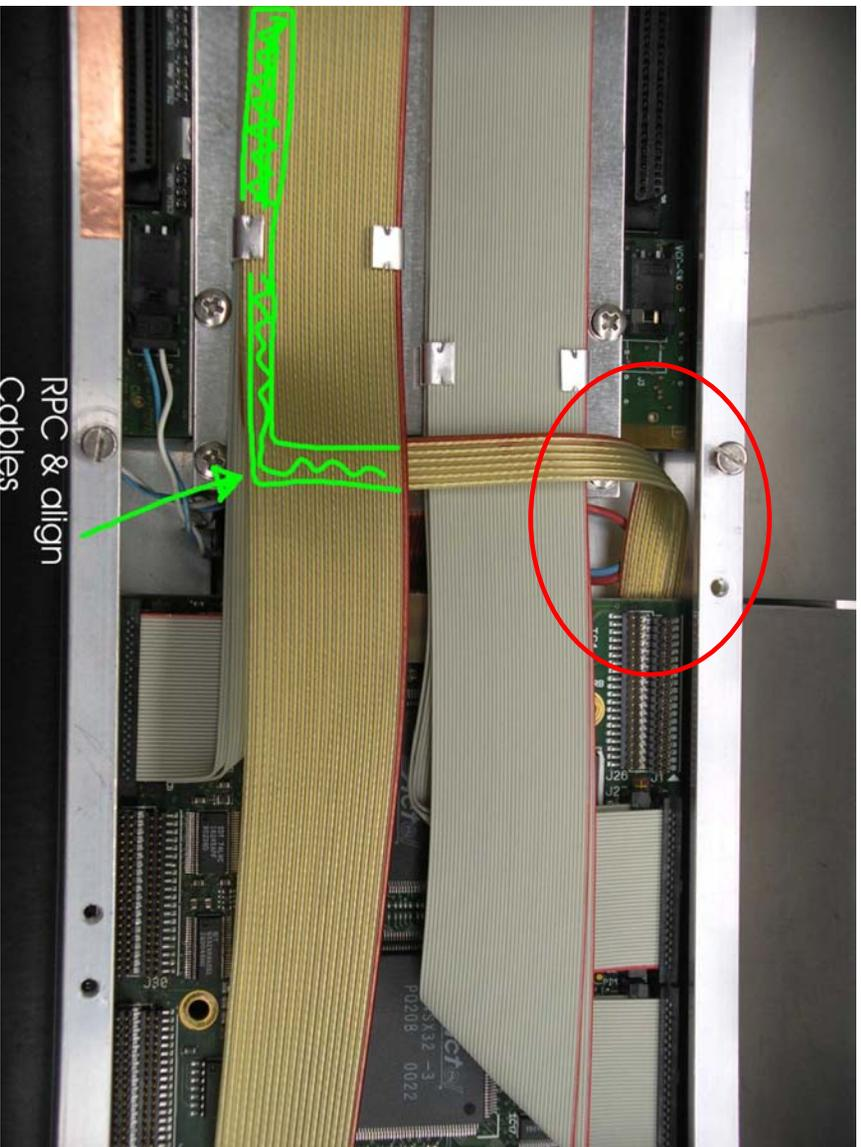
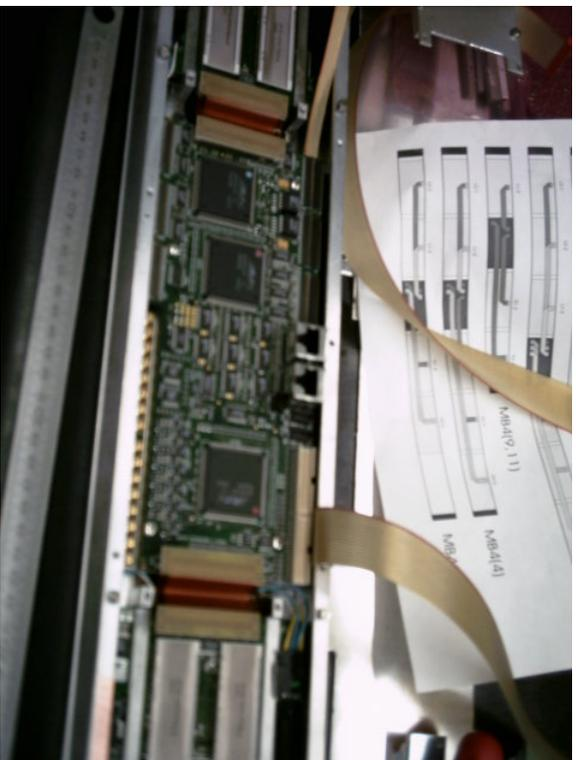

Figura 6: Cables routing in uscita dalla SB. Dettaglio su cavi RPC e Allineamento.
Figura 7: Posizionamento SB
- Prima va inserita l'alimentazione poi si verifica il posizionamento e la misura dei cavi (soprattutto quelli che escono dalla CCB, come RPC e allineamento, vedi Figura 6, Figura 7)
- Stendere i cavi dorati in direzione della Link Board, prima quello RPC- allineamento poi il link. Notare il routing in Figura 6. Il cavo allineamento e' sopra e sopra rimane dopo le due pieghe a 90 gradi (piegare entrambi i cavi contemporaneamente)